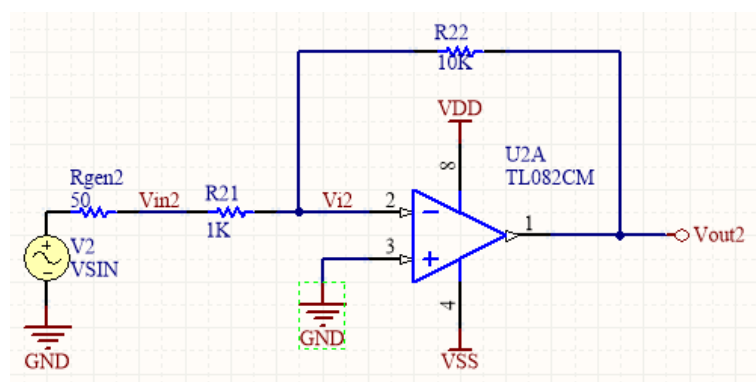

Figure 2: L'amplificateur inverseur.
La Figure 2 montre un amplificateur inverseur basé sur l'ampli-op **TL082**, aussi de la compagnie « *National Semiconductor* ». Le signal d'entrée est branché à une borne de la résistance  $R_{21}$  qui est branchée à l'entrée négative de l'ampli-op. Par conséquent, le signal d'entrée est déphasé de 180 degrés à la sortie (inversé). Les résistances  $R_{21}$  et  $R_{22}$  permettent d'appliquer la rétroaction négative et de réaliser un gain stable en boucle fermée.
- 2.1. Réalisez le schéma du circuit inverseur présenté à la Figure 2 dans *Altium Designer*.
- 2.1. Montez le circuit de la Figure 2 sur votre breadboard. Comme le circuit précédent, utilisez des alimentations de +5V et -5V.